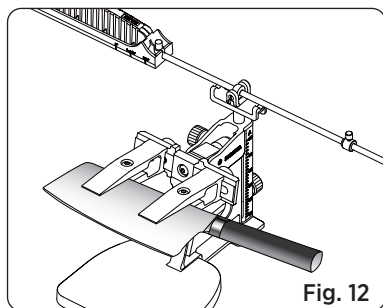

Fig. 12
1. Placera bladet så djupt som möjligt och säkert i klämmen. (Se Fig. 12)